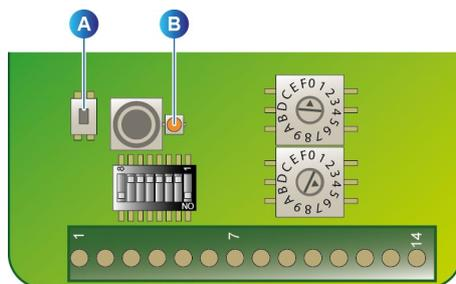

Figure 53 : carte radio *OLCT80*.
4. **Sur la carte radio de l'*OLCT80*** (Figure 53 : carte radio *OLCT80*. appuyer rapidement trois fois sur le bouton de couplage rep. A.
En fonctionnement normal, la LED rep. B (Figure 53) de la carte radio de l'*OLCT80* clignote orange, tandis que la LED rep. F (Figure 52), du récepteur *Maître* clignote rouge.